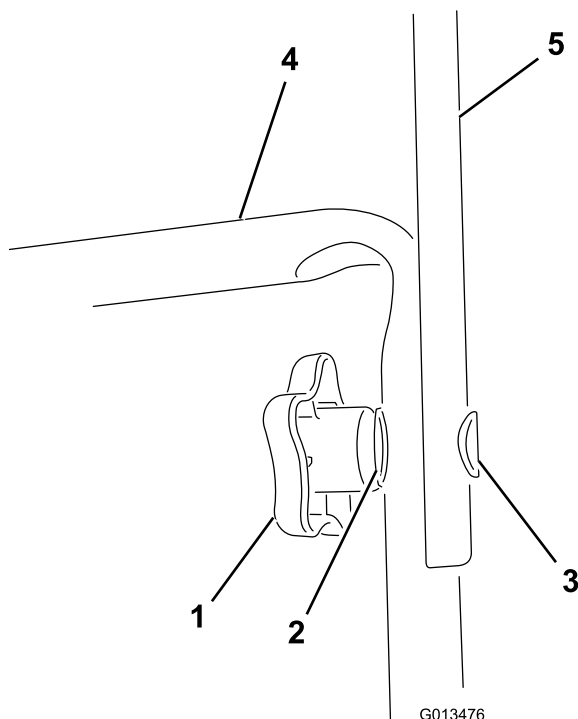

Figura 1
2. Instale a pega superior na pega inferior da máquina com os manípulos, anilhas curvas e parafusos ovais como se mostra em Figura 1.